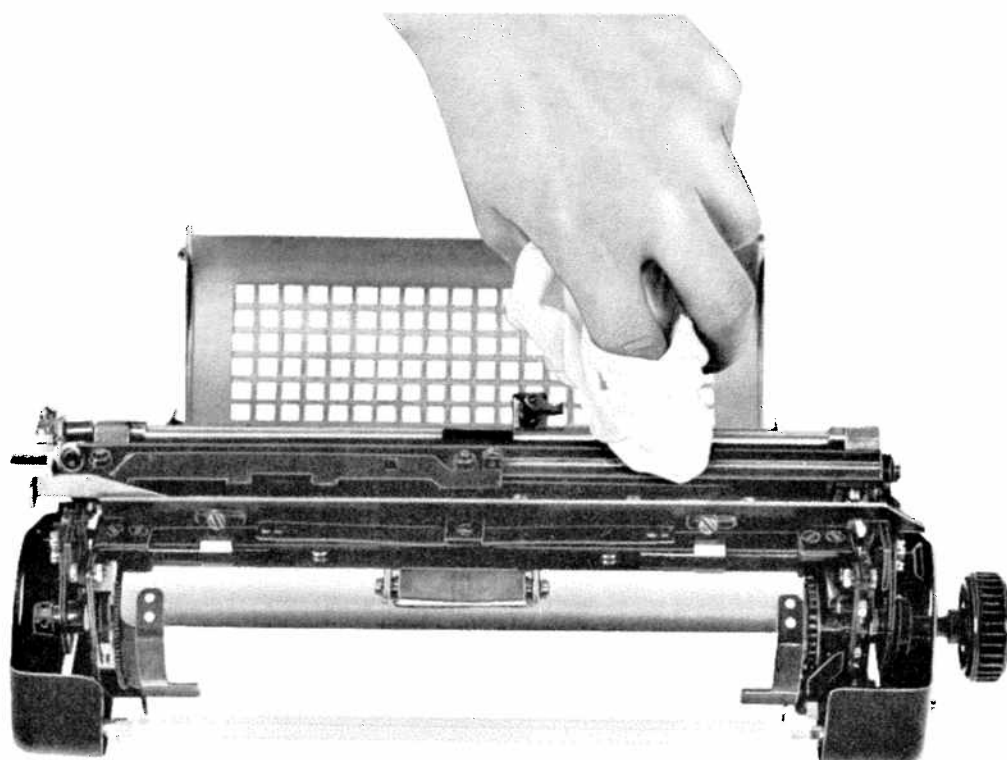

Bild 15
3.2.1.10 Borsta ren fjärrskrivmaskin och vagn från pappersavfall med en moddlare. Torka därefter med en putsduk, bild 15.